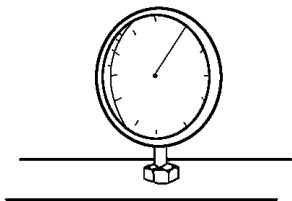

图 2.4.16 压力表
6. 在操作压床时,要尽量小心,因为它工作时的力很大!请随时观察压力表,其值不要超出额定许可值,如图 2.4.16 所示。